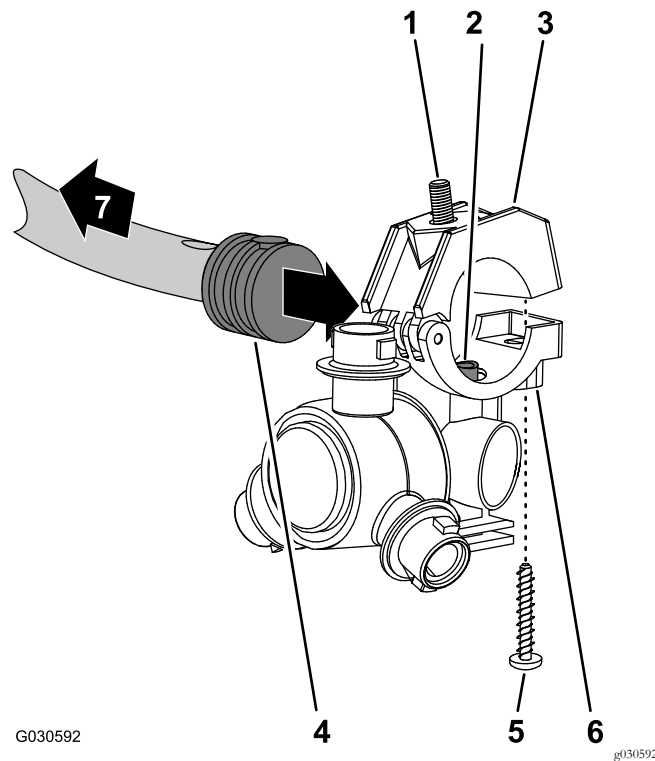
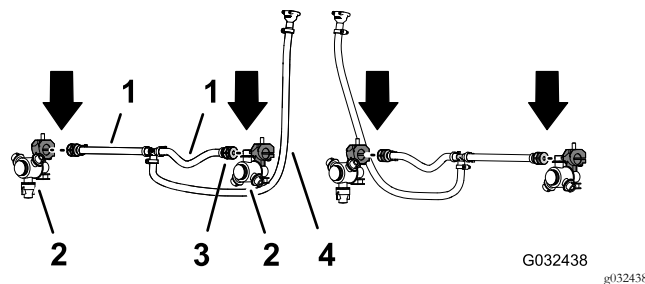

图55
图56
2. 使用 GeoLink 喷洒系统完成套件中的 2 个喷嘴拆下将夹具上半部分固定至鞍座的不锈钢螺丝 图55。
3. 在中间喷洒段软管子总成喷洒阀 5 或 6 图55 和 图56 中 25cm 软管的一端找到单宝塔软管柄一侧的孔。
4. 将喷嘴鞍座中的转接管 图55 与单宝塔软管柄 1/2 英寸一侧中的孔对齐。
5. 闭合夹具上半部分将宝塔软管柄夹在其中然后使用不锈钢螺丝#12 x 1-1/4 英寸将夹具上半部分与喷嘴主体 图55 固定到一起上紧不锈钢螺丝扭矩至 14~18N·m。
- 使用在 **拆卸喷嘴** (页码 20) 的步骤 1 和 2 中卸下的喷嘴、六角头螺栓及不锈钢螺丝对另一软管25cm管端的单宝塔软管柄 图55 和 图56 重复步骤 3 至 5。
- 使用在 **拆卸喷嘴** (页码 20) 的步骤 4 中卸下的 2 个喷嘴对中间喷洒段另一软管子总成喷洒阀 5 或 6 的单宝塔软管柄重复步骤 3 至 5 图55 和 图56。